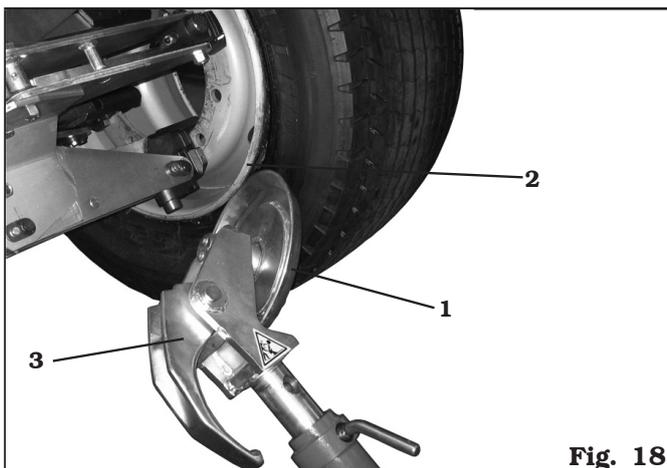

Fig. 18
H. Tourner de 180° la tête porte-outils comme décrit dans le paragraphe correspondant, de façon à disposer le disque de décollage des talons (**Fig. 18 réf. 1**) contre le bord de la jante (**Fig. 18 réf. 2**).